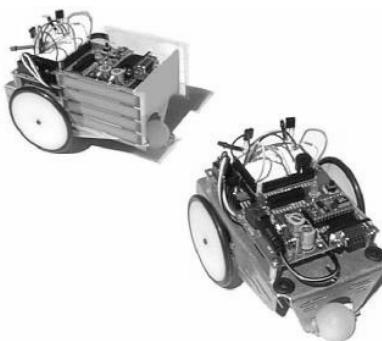

图 6-6 引导机器人（左）和尾随机器 人（右）
如图 6-6 所示是引导机器人和尾随机器人。引导机器人运行的程序是 `FastIrRoaming.c` 修 改后的版本，尾随机器人运行的程序是 `FollowingRobot.c`。比例控制让尾随机器人成为忠实的追随者。一个引导机器人可以引导大概 6~7 个尾随机器人。只要把引导机器人的侧面板 和后挡板加到其他的尾随机器人上即可。
(1) 如果是在班级中使用机器人，把纸板安装在引导机器人的两侧和尾部，如图 6-6 所示。
(2) 如果是个人使用（并且只有一个机器人），可以让尾随机器人跟随一张纸或你的手来运动，就和跟随引导机器人一样。
(3) 用阻值为 $1k\Omega$ 或 $2k\Omega$ 的电阻替换掉连接机器人红外线发光二极管的 470Ω 电阻。
(4) 使用程序 `FastIrRoaming.c` 修改后的版本对机器人编程来做避障试验，打开程序 `FastIrRoaming.c` 重命名为 `SlowerIrRoamingForLeadRobot.c`。
(5) 对程序 `SlowerIrRoamingForLeadRobot.c` 做以下修改：
(6) 尾随机器人运行程序 FollowingRobot.c, 不用做任何修改。
(7) 机器人都运行自己的程序, 把尾随机器人放在引导机器人的后面。尾随机器人应该跟随一个固定的距离, 只要它不被其他的诸如手或附近墙壁等引开。